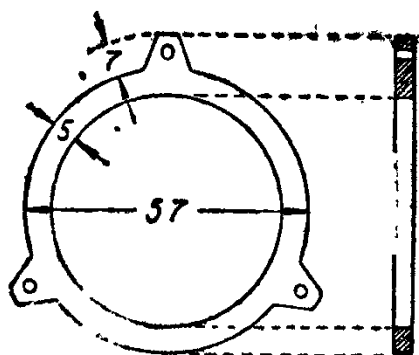

Рис. 17. Зажимная шайба
Решетка закрепляется в необходимом положении нагдушко контршайбой (15). Для подводки тока контршайба имеет винт для крепления проводника (12), эбонитовое кольцо крепится наружной зажимной шайбой (рис. 17) и винтами. Шайба